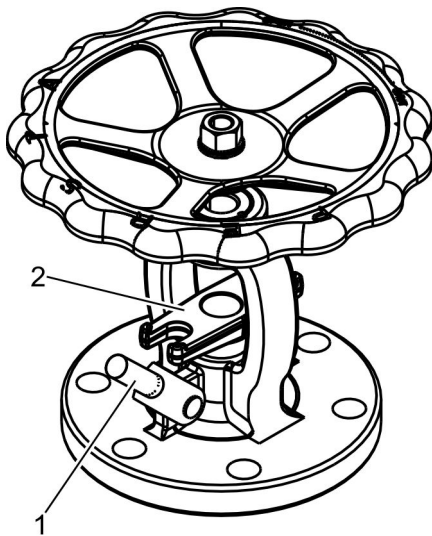

Abb. 31: Stopfbuchsschrauben umklappen
- 19. ▶ Stopfbuchsschrauben (Abb. 31/1) umklappen.
- 20. ▶ Stopfbuchsbrille (Abb. 31/2) entfernen.